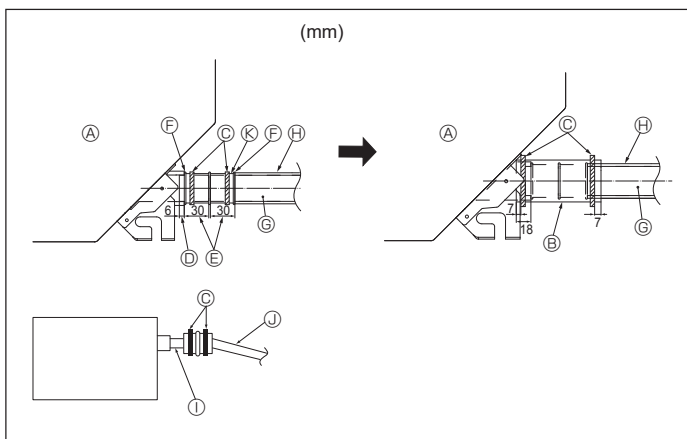

Fig. 5-2
1. Koble avløpsmuffen (følger med enheten) til avløpsåpningen. (Fig. 5-2) (Fest røret med PVC-klebemiddel og sikre det med et bånd.)